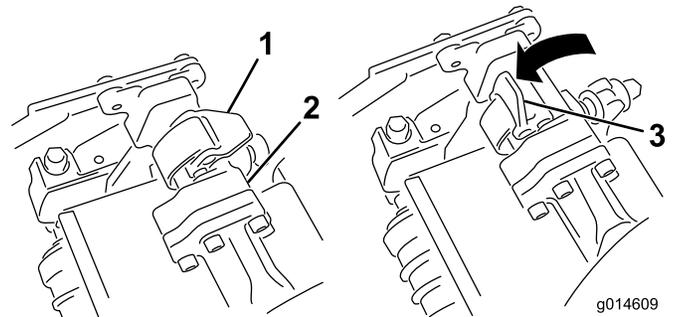
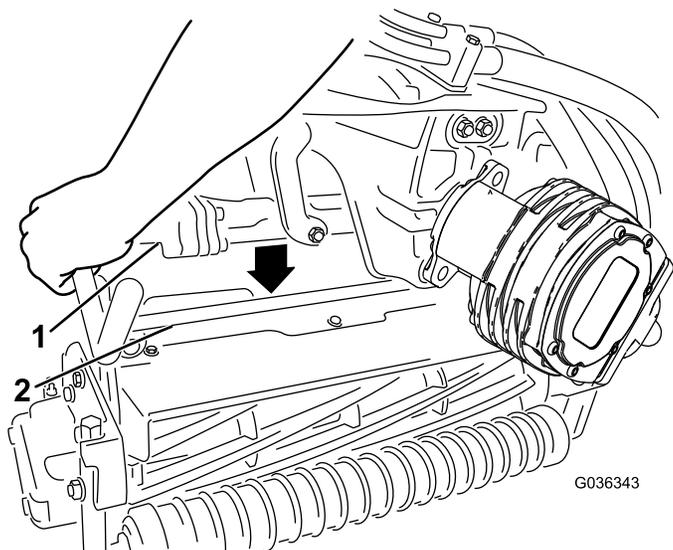

図 31
図 32
4. サスペンションアームのバーについているラッチを上向き開いた状態にして **図 31**、サスペンションアームを押し下げて、バーを、カッティングユニットのバーの上に被せるようにする **図 32**。
5. ラッチを下げて閉じるとカuttingユニットのバーがロックされてユニットがアームにセットされる 図 31。
5. 取り外したいカッピングユニットのサスペンションアームのバーについているラッチを開く(図 31)。